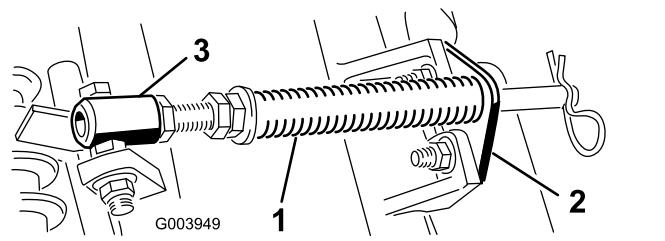

Bild 10
- A. Nehmen Sie die zwei Schlossschrauben und Muttern ab, mit denen die Stangenhalterung an den Nasen der Schneideeinheit befestigt ist (Bild 10).
- B. Nehmen Sie die Bundmutter ab, mit denen die Schraube des Federrohrs an der Nase des Trägerrahmens befestigt ist (Bild 10)